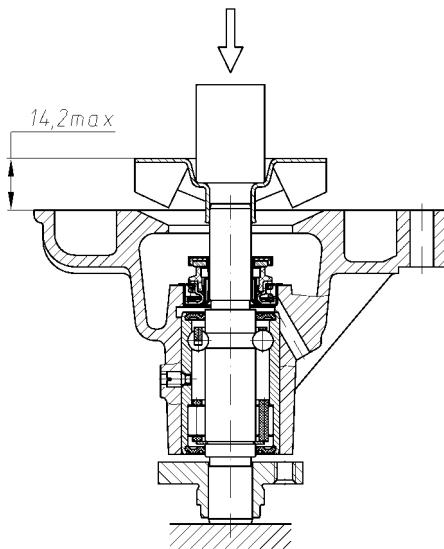

Рис. 140. Напрессовка крыльчатки водяного насоса
- напрессовать крыльчатку на валик подшипника, выдержав размер между торцом крыльчатки и торцом корпуса насоса не более 14,2 мм (рис. 140). **Не допуска-**